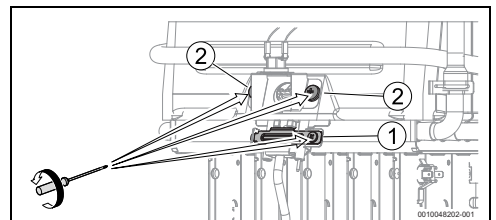

Fig. 18
- Retirer les vis qui maintiennent le raccord-union de la veilleuse, fig. 18, [1].
- Retirer les vis qui maintiennent le raccord-union de l'appareil de commande pour la chambre de combustion, fig. 18, [2].